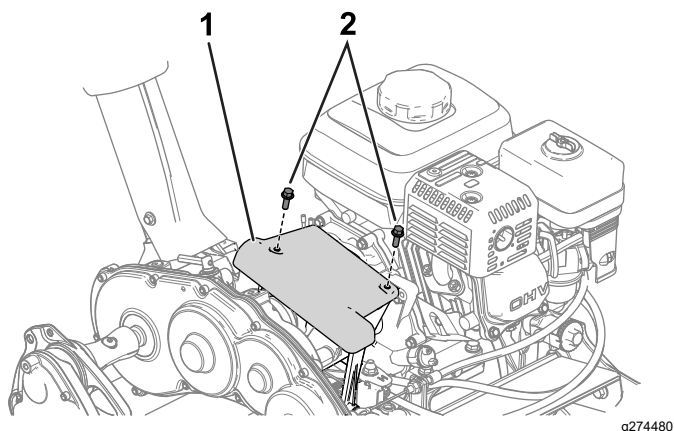

Figura 29
1. Per accedere al disco della frizione e alla piastra di pressione rimuovete il carter della frizione (Figura 29).